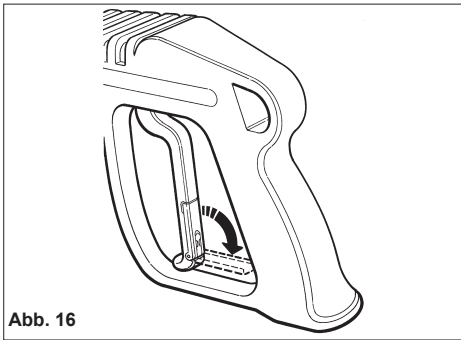

Abb. 16
- Wenn der Hochdruckreiniger nicht benutzt wird, die Sicherheitsvorrichtung am Griff schließen. (Abb. 16)